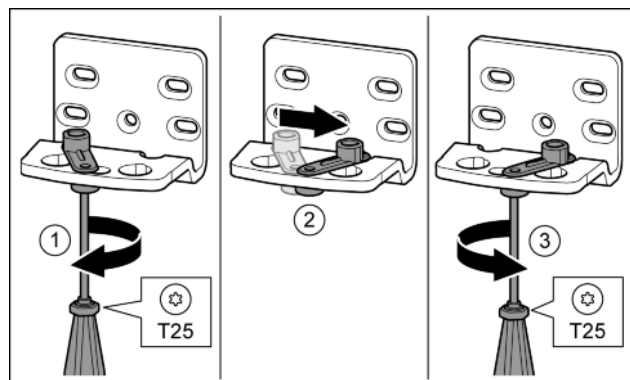

Fig. 17
- ▶ Lekko odkręcić śrubę przy pomocy śrubokręta T25. Fig. 17 (1)
- ▶ Unieść element ułatwiający zamykanie drzwi, a następnie obrócić w otworze w prawo o 90°. Fig. 17 (2)
- ▶ Śrubę przykręcić przy pomocy śrubokręta T25. Fig. 17 (3)